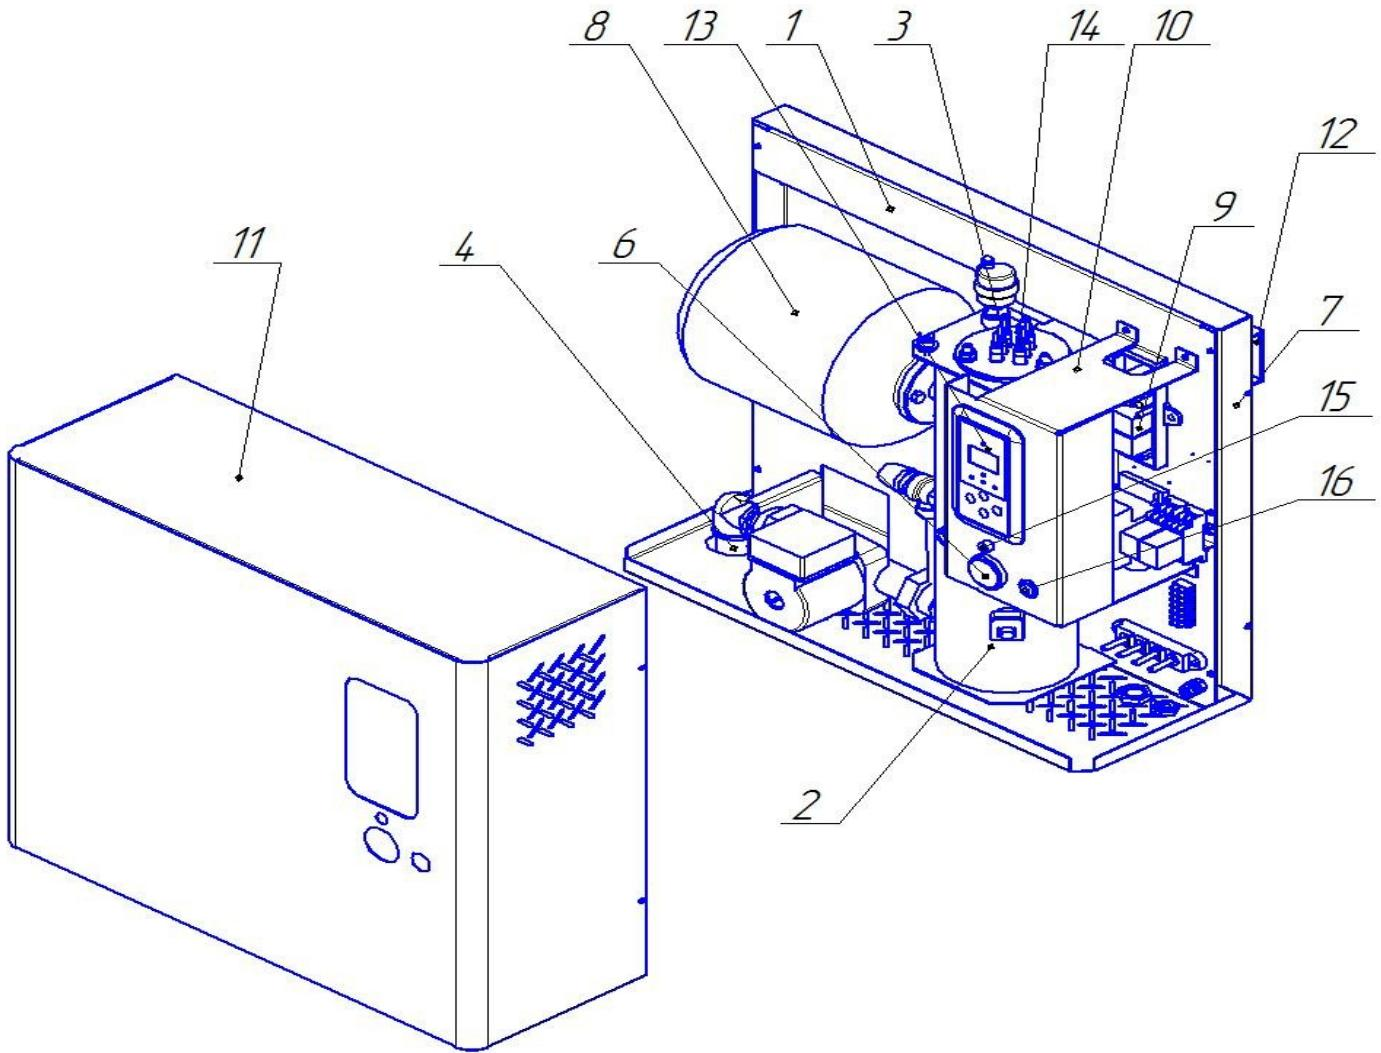

Рис.1 Конструкция электроводонагревателя
Корпус котла (рис.1) состоит из основания 7 и кожуха 11. Через два кронштейна 12 ЭВН-К крепится к стене с помощью дюбелей и шурупов. На панели монтажной 1 установлены корпус нагревателя 2 с блок-тэном 3, панель 10, расширительный бак 8.
Электронная панель управления 13 (рис.1) и электрическая плата коммутации 9 (рис.4) управляют работой ЭВН-К в заданном потребителем режиме.
загорится сигнальная лампочка «Авария» 15 (рис.1). После того как, вода в корпусе нагревателя остынет, котел включится сам автоматически. Частые случаи срабатывания аварийного термостата приведут к быстрому выходу его из строя.
9.2 Затем переключите выключатель 16 (рис.1) в положение «дистанционное» управление.